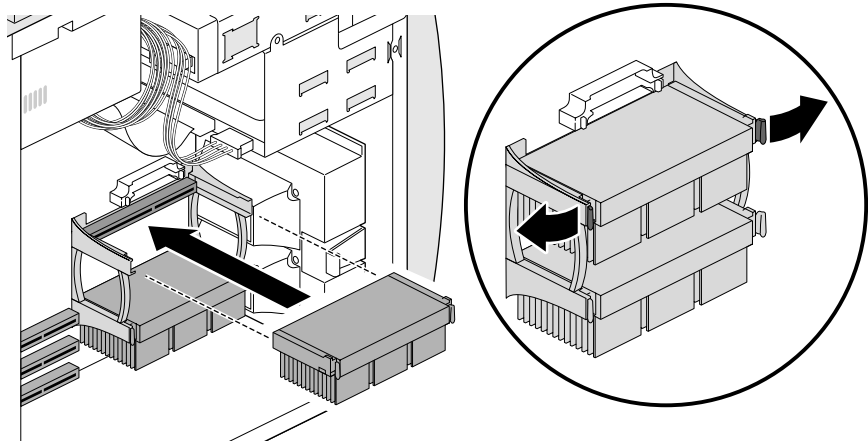

Abbildung 6-4 Installieren eines Prozessors
8. Installieren Sie den Prozessor wie in Abbildung 6-4 gezeigt.